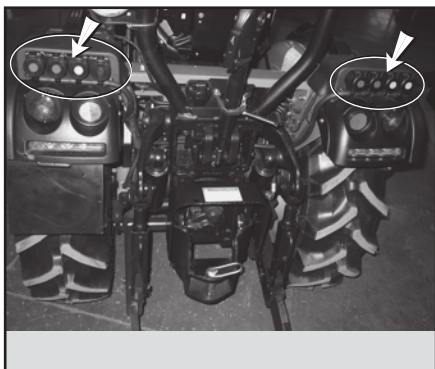

Abb. 5.69
Bei der Ausführung mit Gelenk (AR) sind die Hydraulikbuchse sofort über den hinteren Kotflügel angebracht (Abb. 5.69).